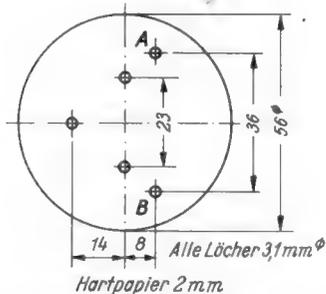
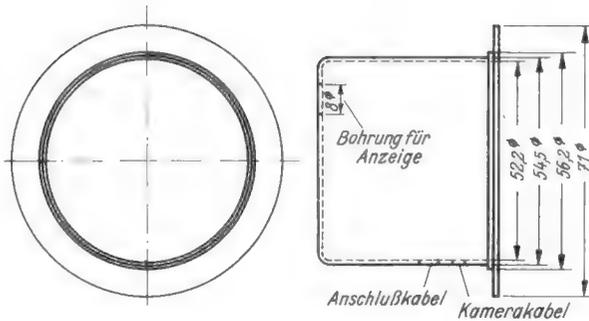
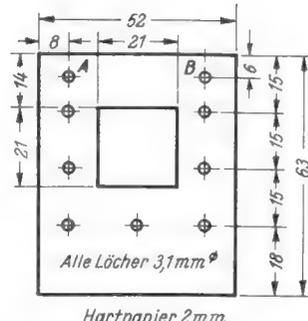

Bild 6. Runde Isolierplatte für den Reflektorteil
Bild 4. Aluminiumtopf für den Reflektorteil
Bild 5. Rechteckige Isolierplatte für den Reflektorteil
Der Reflektorteil besteht aus dem Alu-minium-Gehäuse (Bild 4) mit Schaltplatte (Bild 5 und 6) und dem Reflektor. In den Ausschnitt der Platte Bild 5 wird die Zündspule eingeklebt. Die Leitung von der Zündspule bis zur Blitzröhre muß kurz sein. An die Punkte A und B wird mit zwei Winkeln die Isolierscheibe Bild 6 festgeschraubt. In die anderen Bohrungen werden Nietlötlösen eingewietet, an denen
Beim Zusammenbau kommt die Isolierscheibe Bild 6 in den eingedrückten Ring des Topfes Bild 4 zu liegen. Sie wird dann beim Verschrauben mit dem Reflektor festgehalten. Zum Schutze der Röhre wird empfohlen, vor dem Reflektor eine Plexiglasscheibe mit zwei Winkeln anzuschrauben.
- 1 Reflektortopf Bild 4³⁾
- 2 Isolierscheiben Bild 5 u. 6³⁾